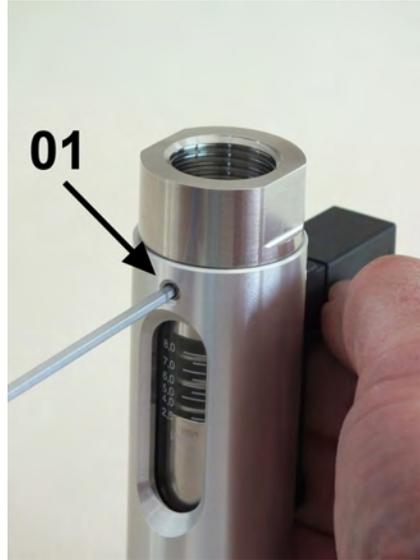

Abb. 50: Innensechskantschrauben anziehen
14. ➤ Verschraubung (Ausgang) mit 3 Innensechskantschrauben (Abb. 50/01) anziehen, dabei Schrauben-Anziehdrehmoment beachten (↪ Kapitel 11.1 „Anziehdrehmomente“ auf Seite 75)